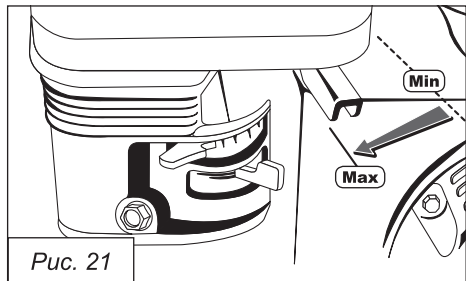

Рис. 21
1. Убедитесь, что рычаги управления приводом и шнеком в исходном положении. Передвиньте рычаг управления дроссельной заслонкой в среднее положение (рис. 21).